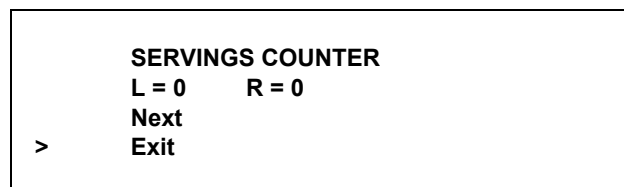

Рисунок 52
**Примечание:** после очистки машины щеткой СЧЕТЧИК ПОРЦИЙ будет автоматически устанавливаться на ноль. (См. рис. 52)